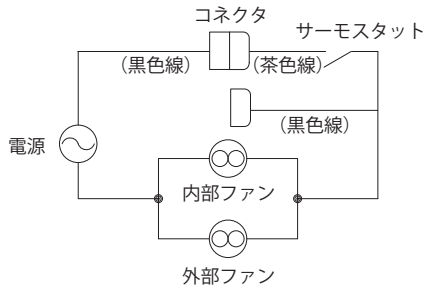

図 11 電気回路図
2. 接続されているコネクタ部を外し、空いているコネクタ(黒色線)側に差込みます。(図 11, 12)